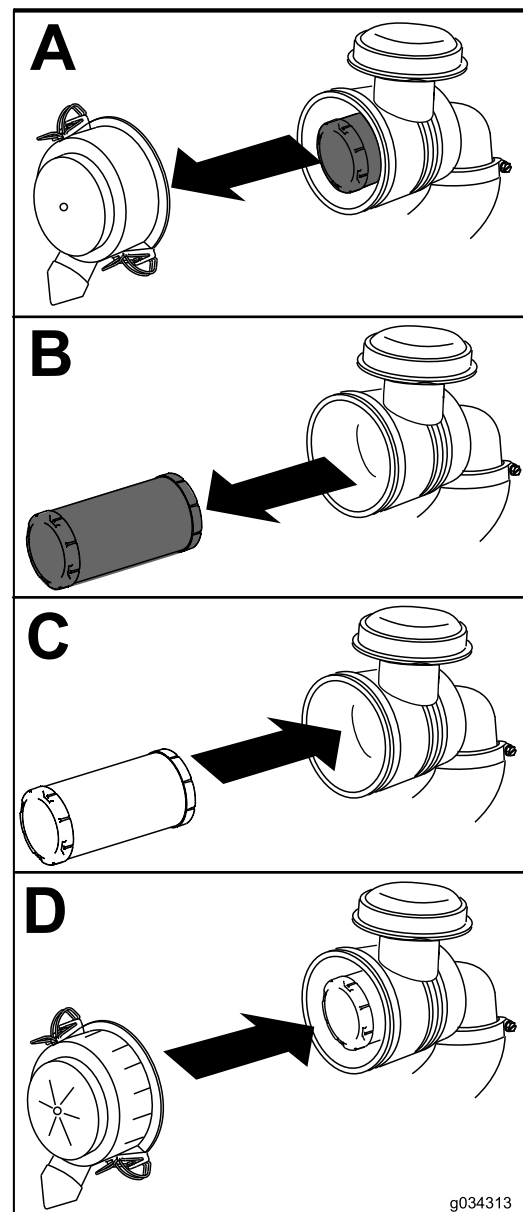

Figura 37
1. Deslize suavemente o elemento do filtro de ar para fora do corpo do filtro de ar (Figura 37).
4. Coloque a cobertura do filtro de ar com o lado indicado como UP voltado para cima, e feche os trincos (Figura 37).